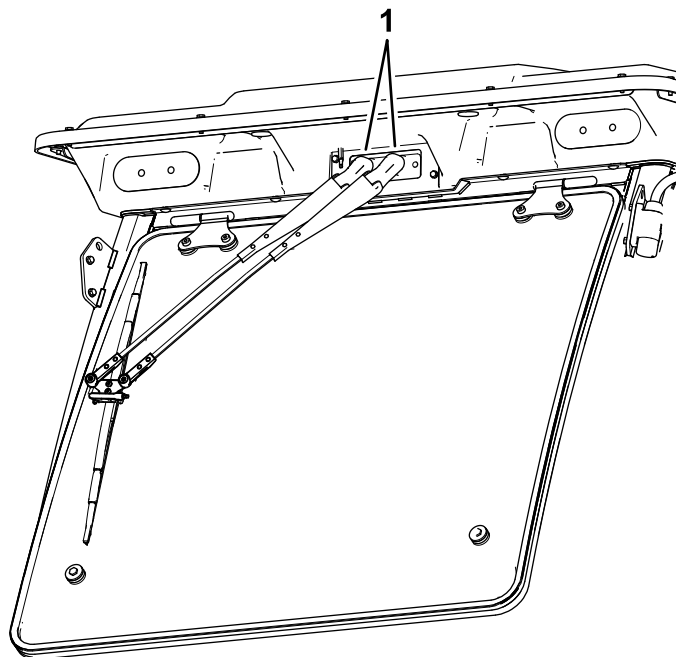

Bild 83
1. Öffnen Sie die Kappen an der Oberseite der Scheibenwischerarme (Bild 83).